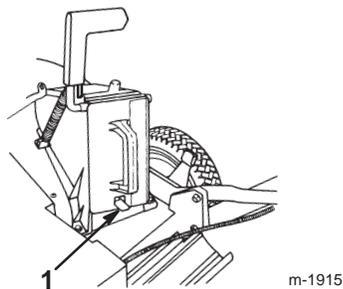

Figure 6
3. Engagez l'obturateur à fond jusqu'à ce que le loquet à ressort du bas de l'obturateur s'enclenche, assujettissant fermement ce dernier dans le conduit de l'éjecteur (Fig. 6).